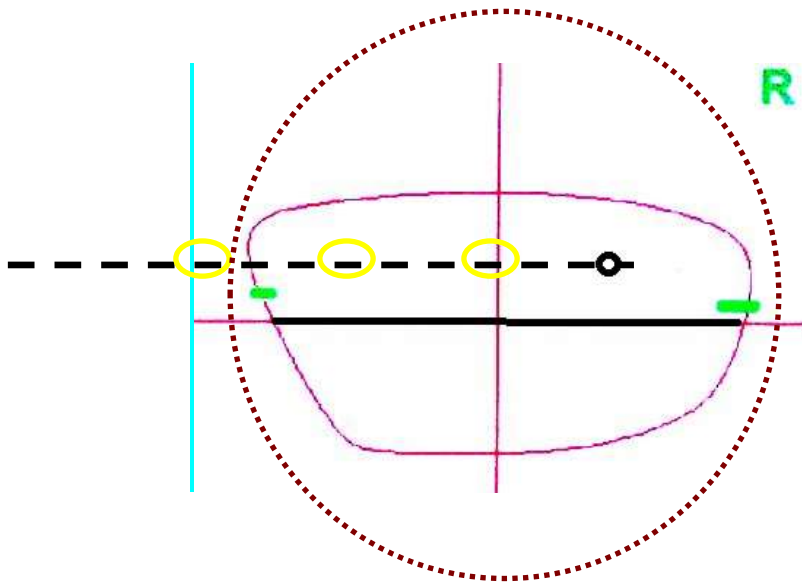

Figura 1
Bàsicament, per fer la muntura manual d'una lent oftàlmica es requereix determinar el centre òptic (CO) de la lent en el frontofocòmetre (UD i UE) i la posició de la pupila del pacient en el talc. A continuació cal traçar una línia horitzontal tant en les lents oftàlmiques que hem de muntar com en el talc i indicar l'UD i l'UE. En el talc cal marcar la línia horitzontal que passa pels centres nasopupil·lars, tant en el talc dret com en l'esquerre, ajudant-se amb el patró de referència. Seguidament es posa el talc dret sobre la lent dreta en la cara interna fent coincidir el centre òptic de la lent amb el centre nasopupil·lar marcat en el talc, i dibuixem el talc sobre la lent amb el retolador permanent (figura 1).